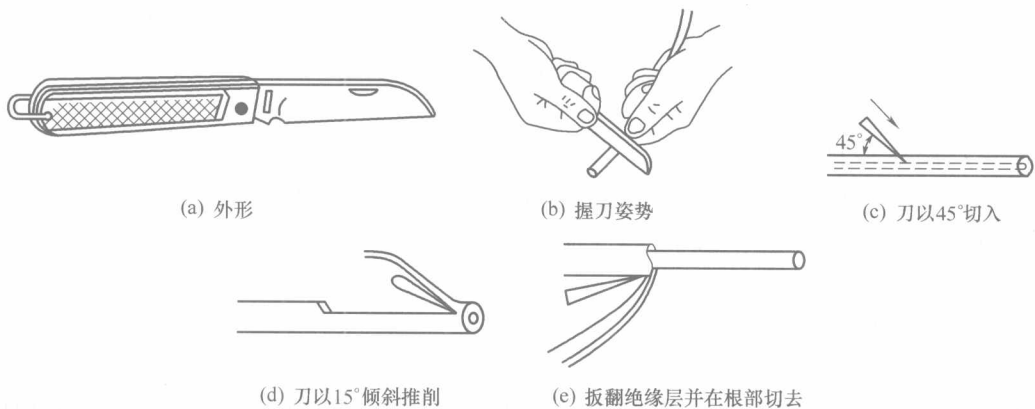

图 1-4 电工刀的外形及使用方法示意
电工刀是用作剖削或切割电工器材的常用工具,其外形和使用方法示意图如图 1-4 所示。使用电工刀应注意:
- ① 其刀柄没有绝缘保护,所以不能接触带电体操作;
- ② 应将刀口向外进行剖削(见图 1-4(b));
- ③ 可在刀口的单面上磨出呈圆弧状的刀刃。在剖削导线的绝缘层时,应先以约 45°的角度切入(见图 1-4(c)),然后在贴近金属线心时再用其圆弧状刀面以约 15°角度贴在导线上剖削(见图 1-4(d)),这样就不容易损伤线心;
- ④ 不能将刀刃和刀尖作旋具或凿、撬使用,以免损坏;
- ⑤ 使用完毕应将刀身折入刀柄内。